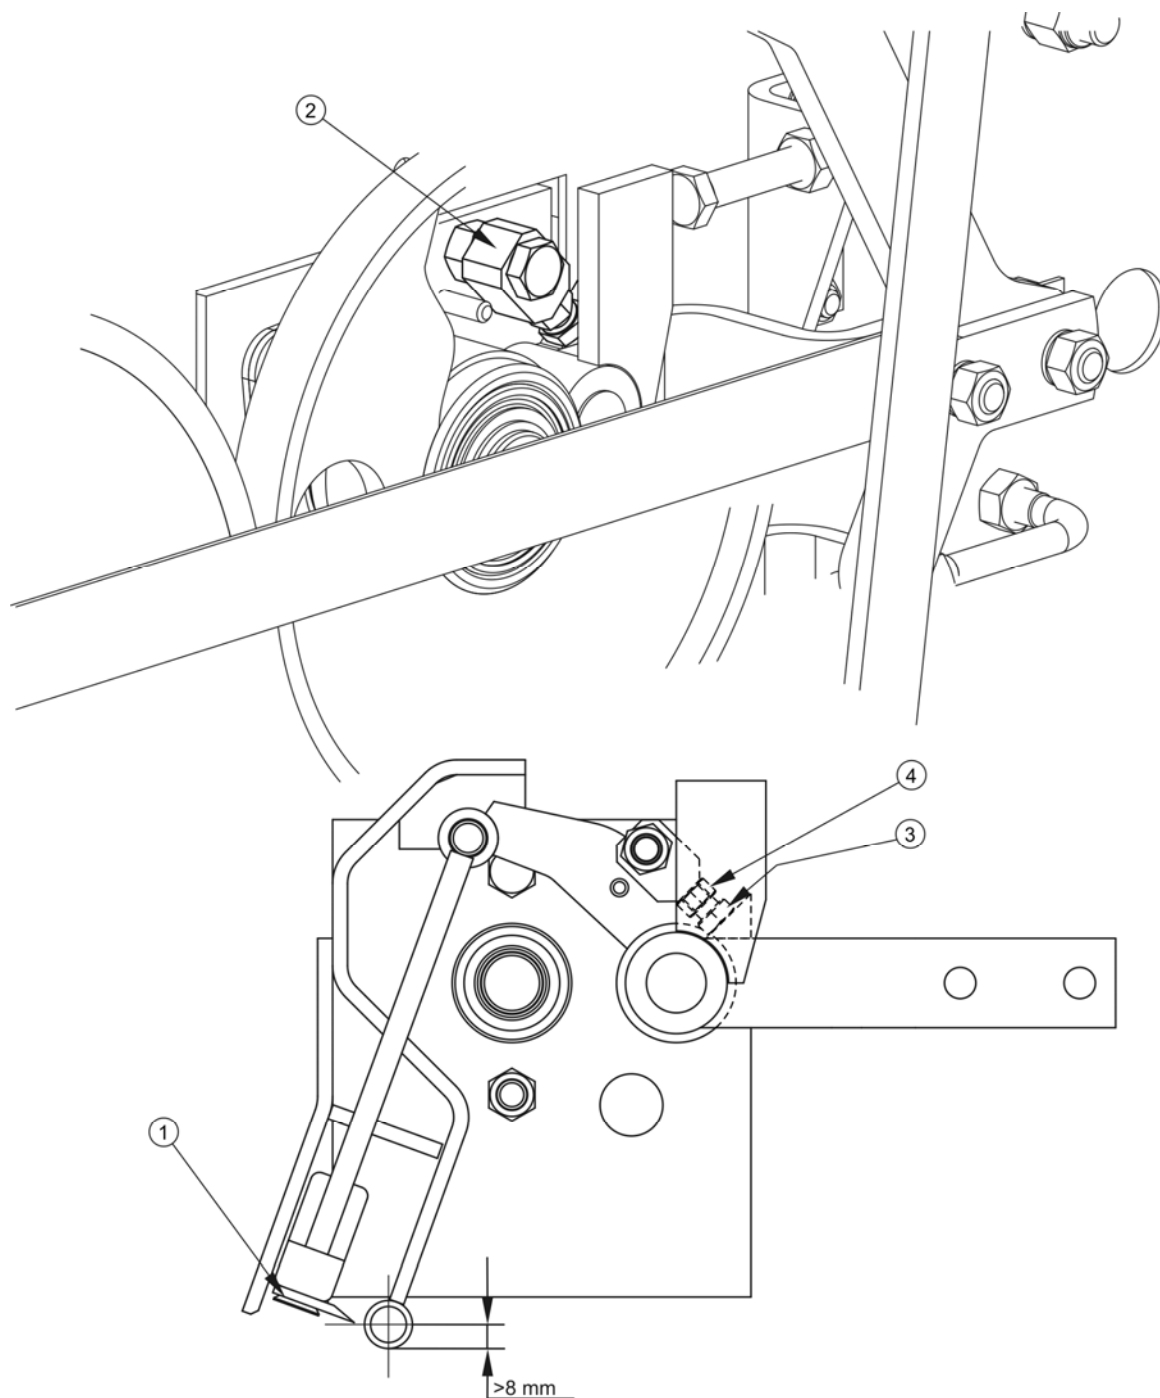

РИСУНОК 5.31 Регулирование положения обрезающего ножа
- ➔ Перевести ограничитель 2 в положение, блокирующее пусковое плечо рисунок 5.31 .